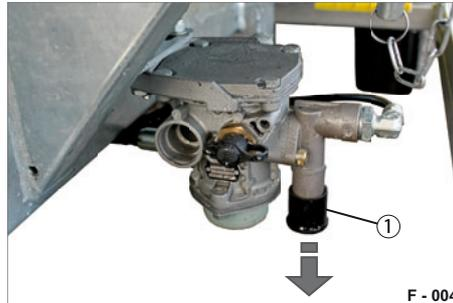

Abb. 11 Betriebsbremse in Fahrstellung
- ▶ Ziehen Sie das Löseventil (Abb. 11/1).